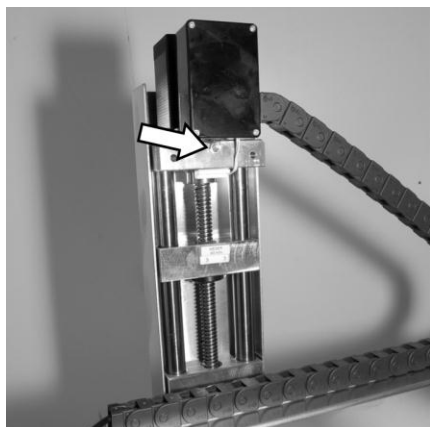

Abb. 30: Schmiernippel Z-Achse
14. Schutzkappen vom Schmiernippel der X-Achse entfernen (Abb. 30/Pfeil), falls vorhanden.